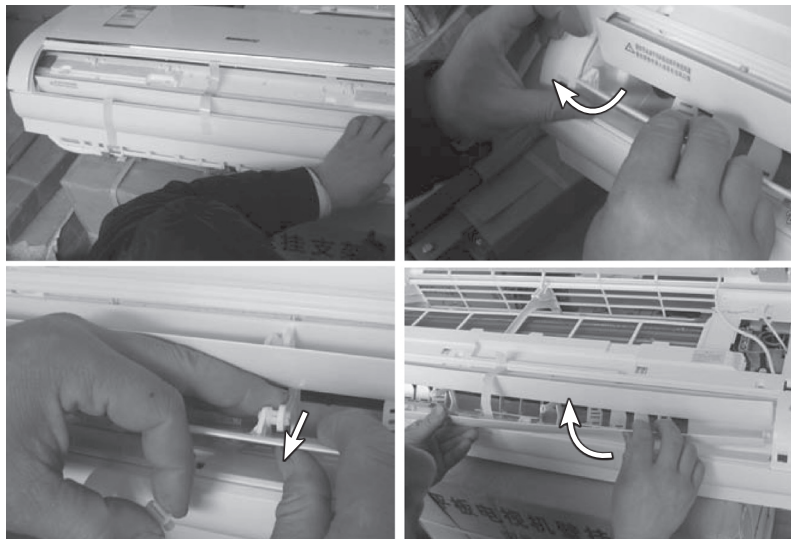

图 4-68 取下室内机进风格栅
3) 因为该机设有门开关, 并且门开关容易接触不良引起不开机现象, 考虑到此, 便取下进风格栅, 如图 4-68 所示。